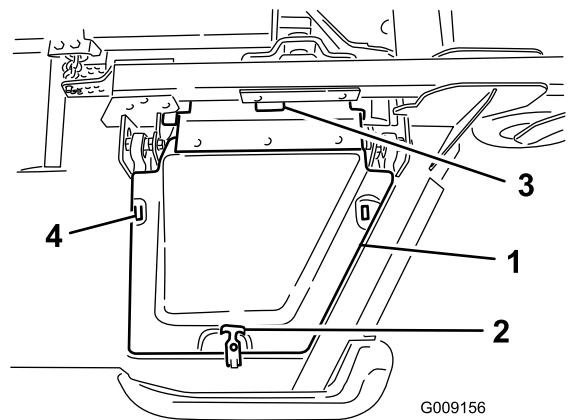

Bild 6
8. Setzen Sie die Flügelmäherabdeckung auf und befestigen Sie sie mit dem Gummiriegel (Bild 6).